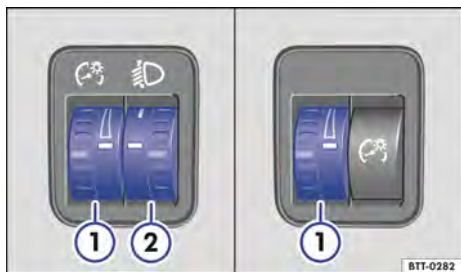

Fig. 92 Ao lado do volante: regulador da iluminação dos instrumentos e dos interruptores ①, assim como regulagem do alcance do farol ②.
① Iluminação dos instrumentos e dos interruptores
Com a luz ligada, a luminosidade dos instrumentos e dos interruptores pode ser regulada sem escalonamento girando o regulador → Fig. 92 ①.